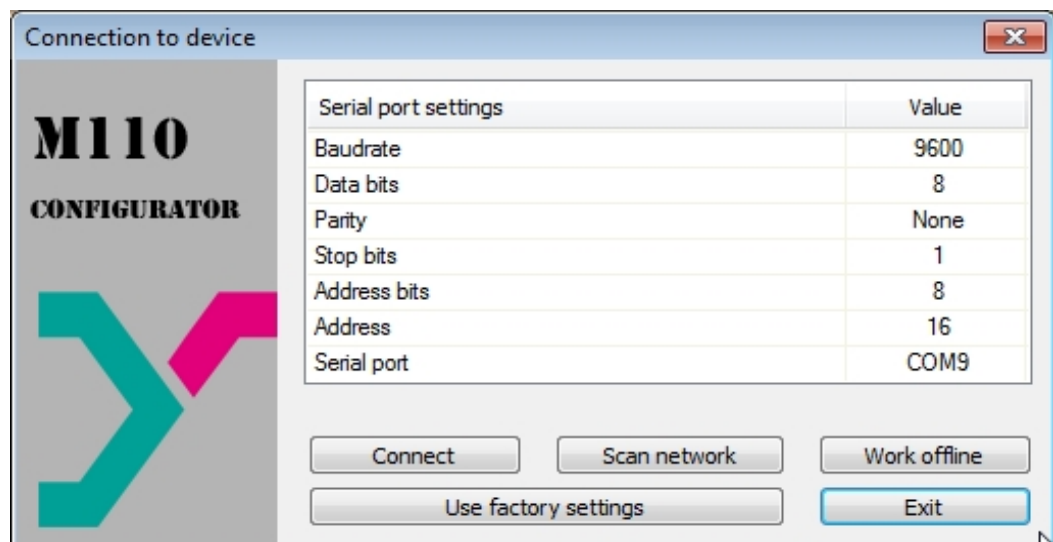

Abb. 7.1 Startfenster des Konfigurationsprogramms
- Im Fenster „Connection to device“ die Werte aus der Tabelle 7.1 eintragen oder die Schaltfläche „Use factory settings“ betätigen (siehe Abb. 7.1)